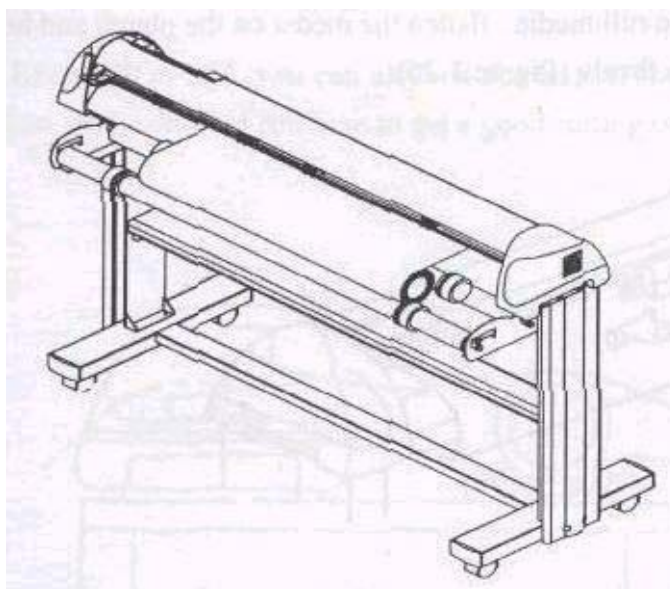

Рис. 2-22
1. Вставьте оба держателя рулона в кронштейн, затем поместите рулон непосредственно между двумя держателями (рис. 2-22).